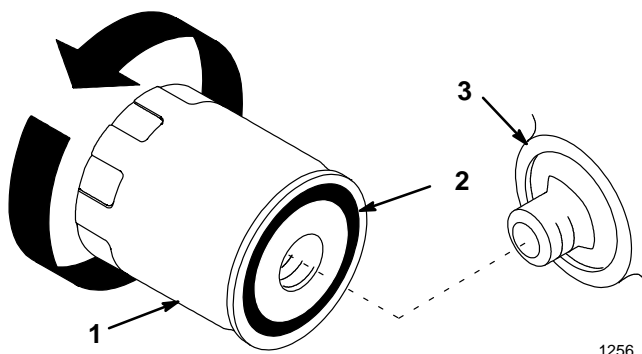

Figure 47
2. Déposer le filtre à huile usagé de la boîte-pont et essuyer la surface de joint de l'adaptateur du filtre (Fig. 47).
3. Enduire d'une mince couche d'huile fraîche le joint de caoutchouc du filtre neuf (Fig. 47).
4. Monter le nouveau filtre à huile de transmission sur l'adaptateur, en vissant le filtre dans le sens des aiguilles d'une montre jusqu'à ce que le joint de caoutchouc touche l'adaptateur, puis en le vissant encore de 3/4 de tour supplémentaire (Fig. 47).